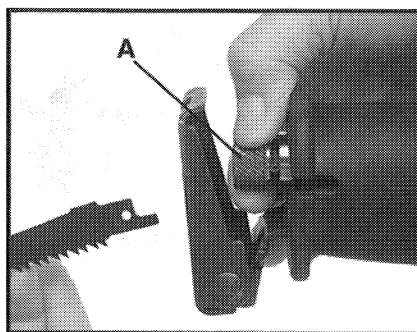

Fig. 4
3. Pour ouvrir le serre-lame : faites tourner et tenez le collier de dégagement de lame (A) Fig. 4, en sens anti-horaire (comme vu depuis le devant de la scie).